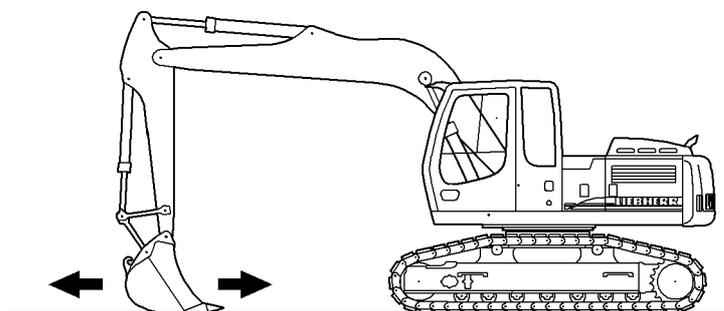

Fig. 3-128 Trabajos de nivelación
- ▶ Para nivelar con una cuchara retro, ponerla plana sobre el suelo (véase Fig. 3-128) y mover el balancín lentamente hacia delante y hacia atrás. Durante el movimiento del balancín, levantar y bajar simultáneamente la pluma.